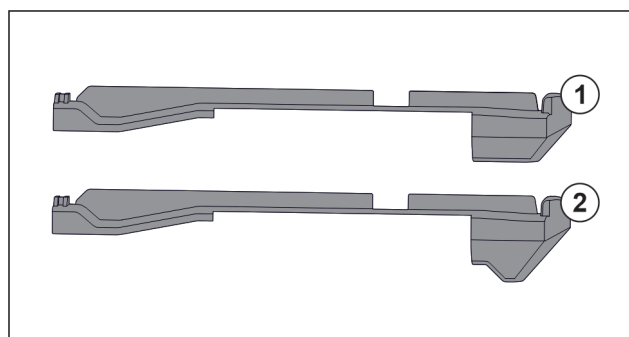

Fig. 108 Confronto degli elementi inseribili
Nell'apparecchiatura si trovano due diversi elementi inseribili. L'elemento inseribile sopra il cassetto più in basso Fig. 108 (2) presenta un bordo triangolare. Tutti gli altri elementi inseribili Fig. 108 (1) dispongono di un bordo dritto.
- ▶ Applicare l'elemento inseribile Fig. 108 (2) con il bordo triangolare sopra il cassetto più in basso.
- ▶ Applicare l'elemento inseribile Fig. 108 (1) con il bordo dritto su tutti gli altri punti.